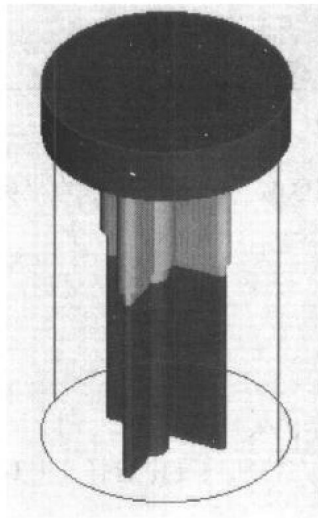

图 1-11
(7) 在特征向导内的 Optional（可选步骤）项目中选择 Step（间距）的图标 ，将数值改为“1”，然后单击 OK（确定），结果如图 1-11 所示。